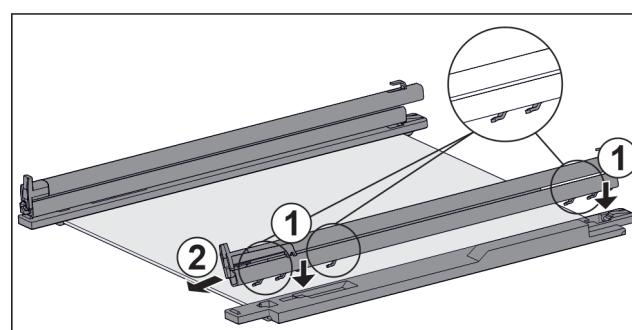

Fig. 121 Glasplatte mit Schienen und Halteteilen
- Haken der Schiene auf die Öffnungen des **linken** Halte-teils setzen. Fig. 121 (1)
- Schiene nach vorne ziehen. Fig. 121 (2)
- Haken der Schiene auf die Öffnungen des **rechten** Halte-teils setzen. Fig. 121 (1)